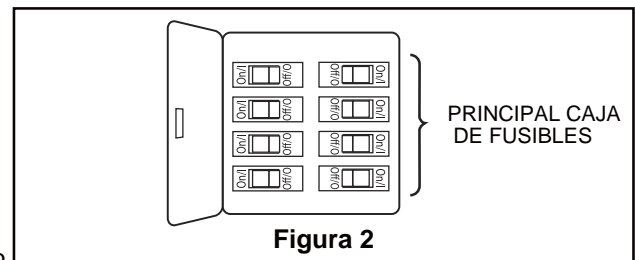

Figura 2
Debe colgar el ventilador a una distancia mínima de 2,13 m desde el ventilador de techo hasta el piso. (Figura 2)
**Para evitar una posible descarga eléctrica, asegúrese de cortar la alimentación eléctrica de la caja de fusibles principal antes de alambrado el ventilador. (Figura 2)**